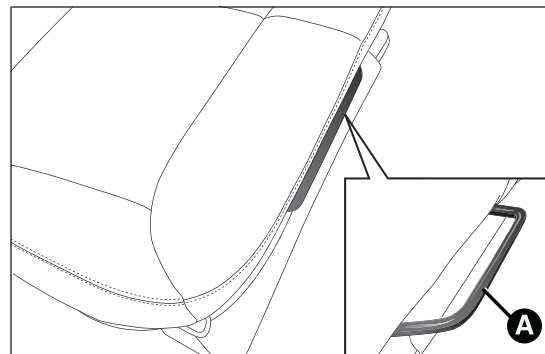

fig. 84
- ☐ agendo sulla leva A fig. 84 regolare il sedile nella posizione desiderata;
- ☐ agendo sulla leva A fig. 84 regolare il sedile nella posizione "tutto avanti" per ottenere l'ampliamento massimo del bagagliaio (compatibilmente con la posizione desiderata per i sedili anteriori);